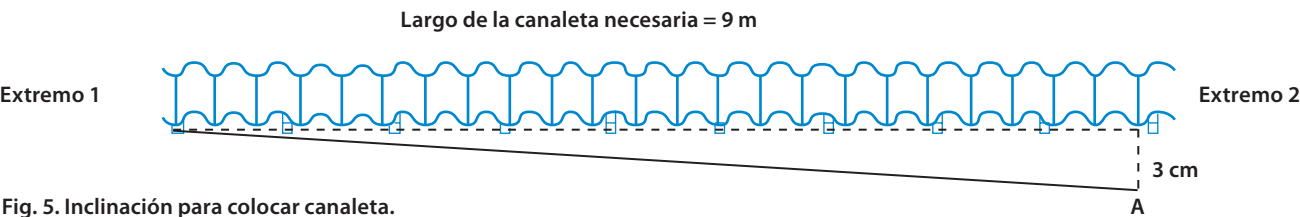

Fig. 5. Inclinación para colocar canaleta.
d. Calcule la inclinación de la canaleta (Punto A de la figura 5). Tome como referencia descender 1 cm por cada 3 metros de longitud del techo. Así, un techo con una longitud de 9 metros tendrá una inclinación de 3 cm. Ver fig. 5.